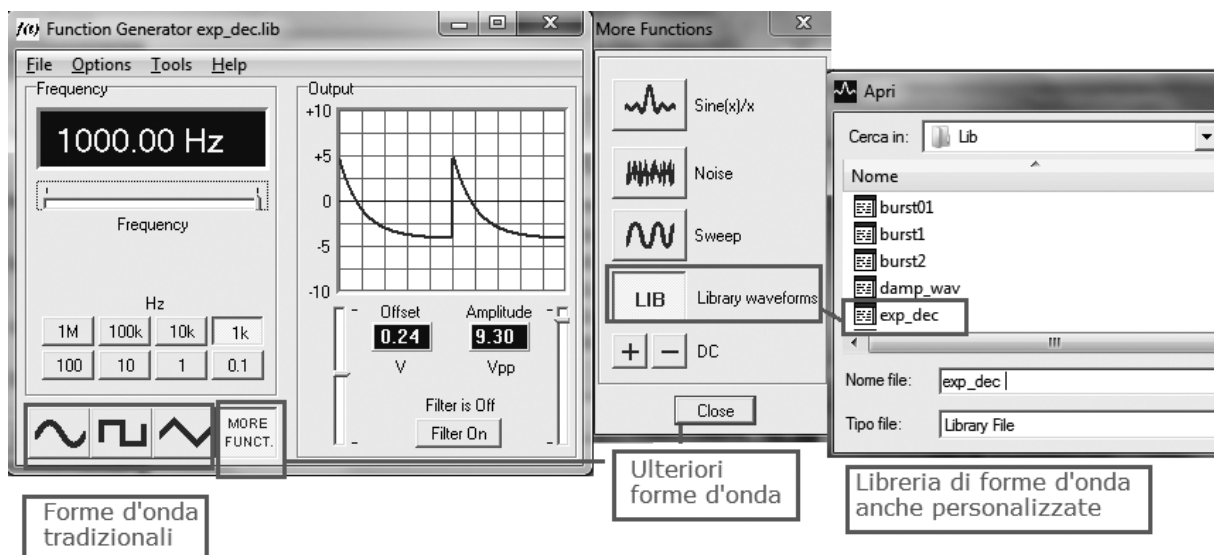

FIGURA A.20 Esempio di generatore di funzioni digitale software¹³.
- 2) *Generatori di funzioni arbitrarie* (AWG, *Arbitrary Waveform Generator*) *digitali*: oltre a poter generare gli stessi segnali dei generatori analogici, sono in grado di generare ulteriori segnali sia predefiniti sia definibili dall'operatore e/o selezionabili da una libreria di forme d'onda, nonché di generare segnali vettoriali (*vector signal generator*) cioè funzioni sinusoidali corrispondenti a vettori che hanno ampiezza e fase desiderate. Sono presenti sul mercato anche generatori di funzioni arbitrarie integrati nel software che controlla i box multifunzione da collegare a un PC per trasformarlo in uno strumento di misura multifunzionale (oscilloscopio digitale, voltmetro, frequenzimetro ecc.), come mostrato in FIGURA A.20, a pagina seguente.